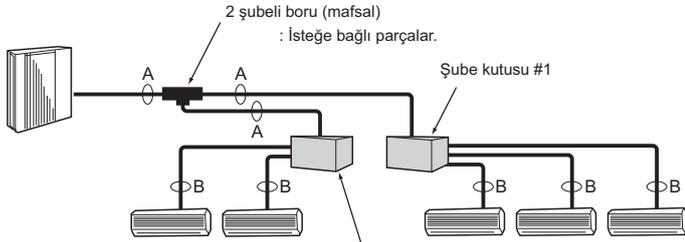

Fig. 5-3
5.4. Boru boyutunun seçilmesi (Fig. 5-3)